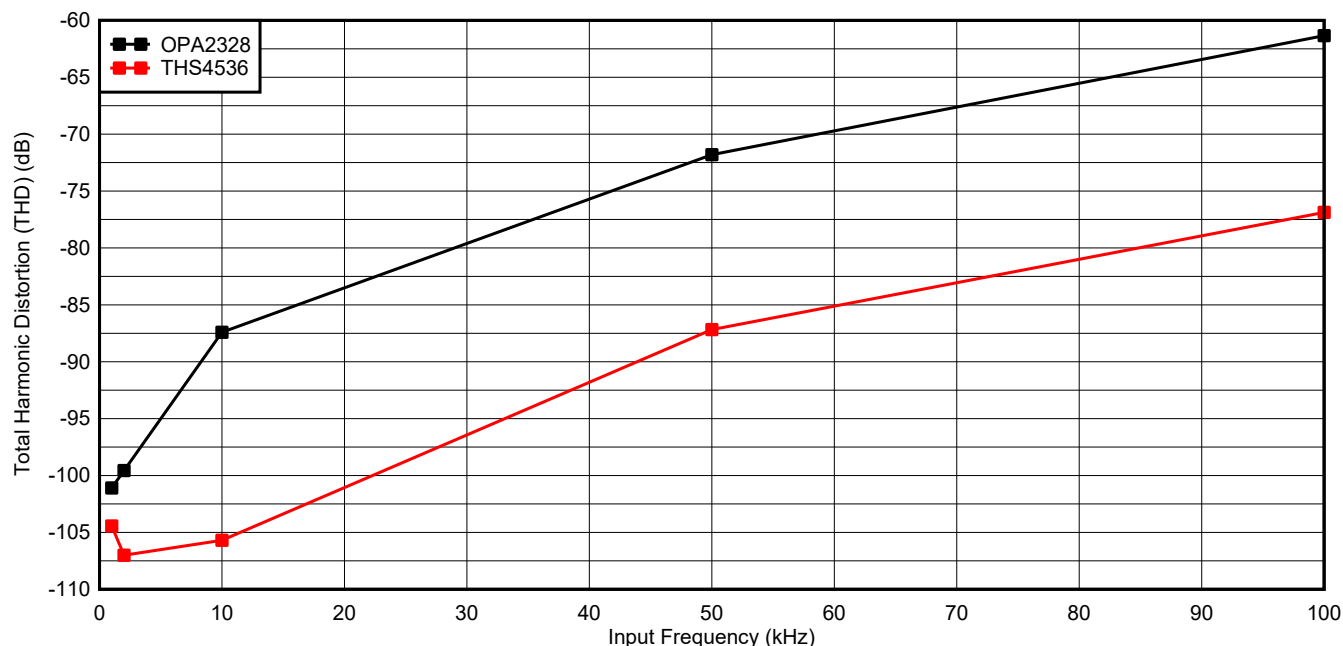

図 4. 全高調波歪みと入力周波数 (1MSPS) との関係
全高調波歪みは、理想的な信号 (8) に加算される不要な周波数 (高調波) の測定値として定義されます。理想的には、THD が低いほど良好です。THD 性能に関してアンプの直線性を定量化することは、一般的な目安として、目的の周波数範囲内で ADC よりも 10dB 以上良好なアンプを選択する必要があります。FDA の場合、差動信号路で偶数次高調波が理想的に低減されるため、全高調波歪み (5) が低下します。図 4 は、この原理の一部を実証しており、逐次比較型 16 ビット、1MSPS ADC (ADS9224R) に複数の異なる入力周波数を印加した場合、THS4536 は OPA2328 に比べて全高調波歪みが低いことが示されています。